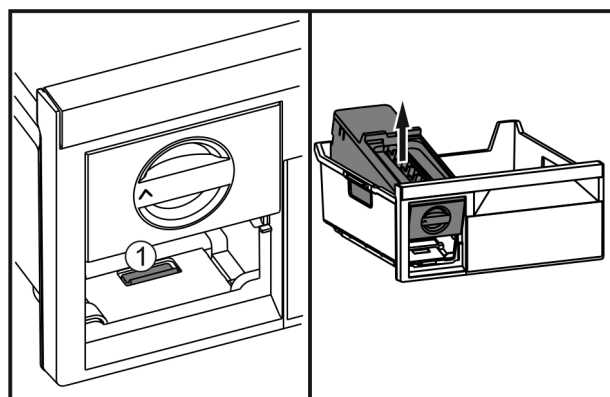

Fig. 39
- ▶ Premere la linguetta Fig. 39 (1), sollevare EasyTwist-Ice da dietro ed estrarlo dal cassetto del congelatore.